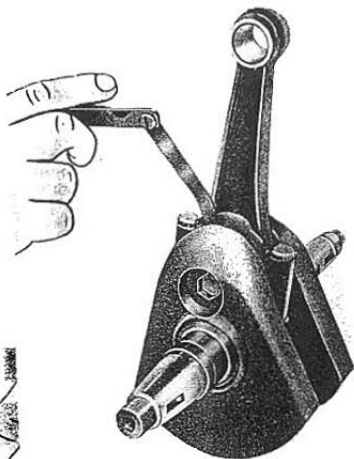

Fig. 46
- che il giuoco fra i rasamenti della biella e quelli dell'albero motore sia di mm. $0,175 \pm 0,222$ (vedere fig. 46);